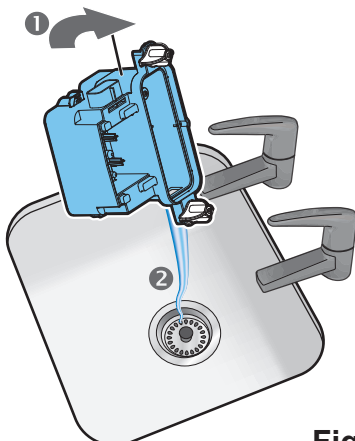

Fig. 12
8. Vri bunnen forsiktig slik som vist, slik at væsken renner ut. (Se fig. 12)